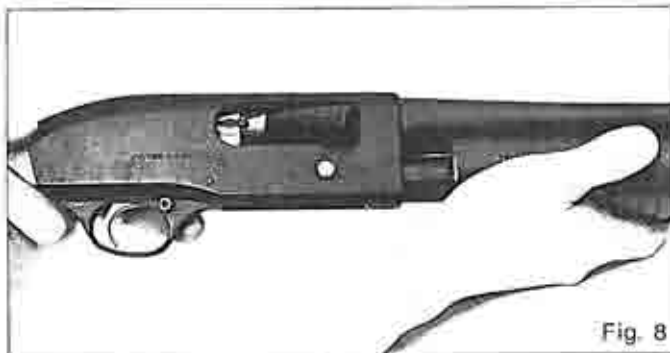

Fig. 8
- c2. Operare come descritto al punto b6. In tale fase la cartuccia in camera non sparata viene estratta ed espulsa attraverso la finestra d'espulsione (Fig. 8).
Operate as described at point b6. The unfired round that is in the chamber is extracted and ejected through the ejection port (Fig. 8).
Procéder comme indiqué au par. b6. Dans cette phase, la cartouche non tirée dans la chambre est extraite et ejectée par la fenêtre d'éjection (Fig. 8).